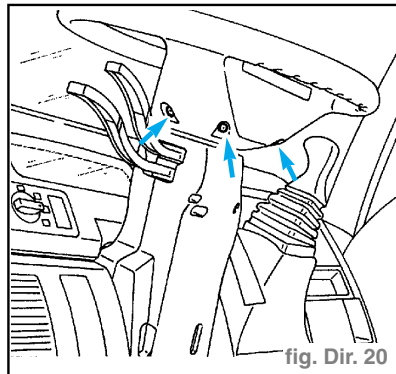

fig. Dir. 20
- Dévisser les vis indiquées à l'aide d'une clé pour vis six pans creux de **5 mm**. (fig. Dir. 20)